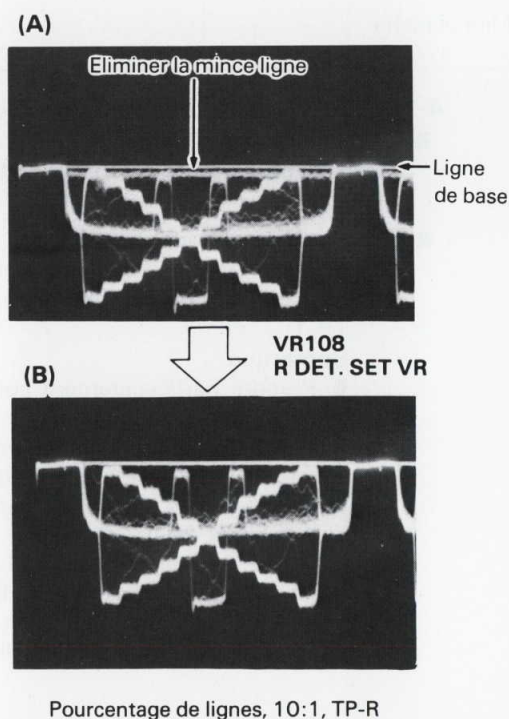

Fig. 4-11-2 Réglage R DET. SET
- (4) Raccorder la sonde de test à TP-R.
- (5) Comme représenté sur la Fig. 4-11-2, ajuster la résistance variable VR108 R DET SET VR pour que la ligne de base et la mince ligne floue se trouvent aux environs de l'alignement de la ligne de base. (En procédant ainsi, le gain de la forme d'onde est maximum).